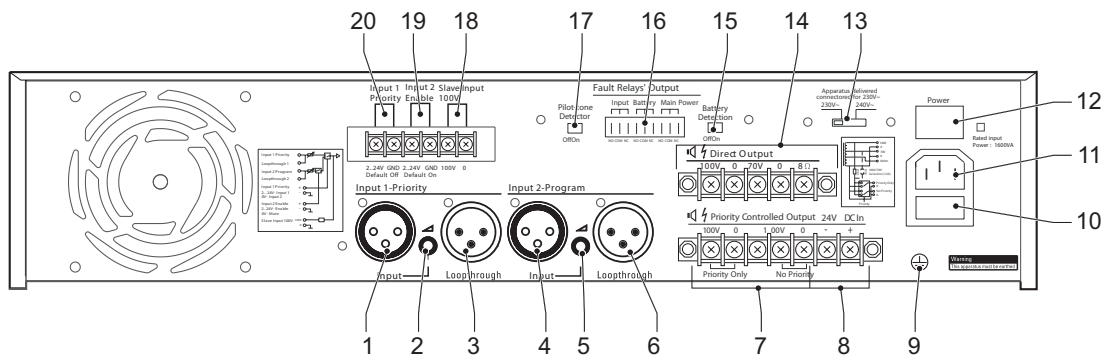

Figura 5.2: LBB 1930/20 LBB 1935/20
Consulte a figura 5.2 e 5.3. Aplique uma tensão de controlo de 2...24 V aos terminais de controlo da prioridade da entrada 1 (20) para ligar (ON) a entrada prioritária (1) e silenciar a entrada de programa (4). É possível ligar uma fonte local de música à entrada de programa e um sistema de emergência remoto à entrada prioritária. A fonte de emergência tem de ser capaz de fornecer a tensão de controlo de 2...24 V para sobrepor a fonte local de música. A entrada de programa pode ser controlada remotamente através da utilização de um interruptor ligado aos terminais de controlo da activação da entrada 2 (19). Fechar o interruptor força a entrada para <2 V e desactiva a entrada de programa.